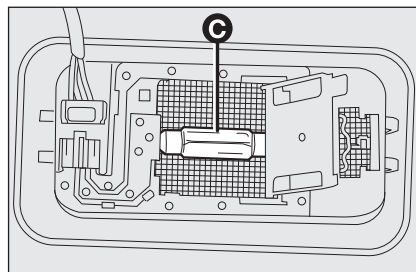

fig. 27
- ☐ remplacer l'ampoule **C-fig. 27** en la dégageant des contacts latéraux, puis monter la nouvelle ampoule en vérifiant qu'elle soit correctement bloquée entre ces contacts ;